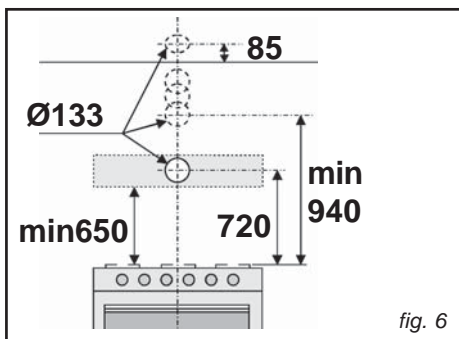

fig. 6
- Gör ett hål i väggen för luftutsläpp (133 mm i diameter), se Fig. 6 som innehåller de olika möjliga måtten.